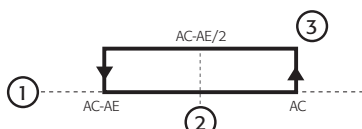

Рис. 4.1
- сигнализация о превышении допустимой разницы значений параметров Ac и AE (по следующей формуле: $Ac-AE/2$, см. Рис. 4.1);
- сигнализация о превышении температуры, заданной параметром Ac (см. Рис. 4.1);